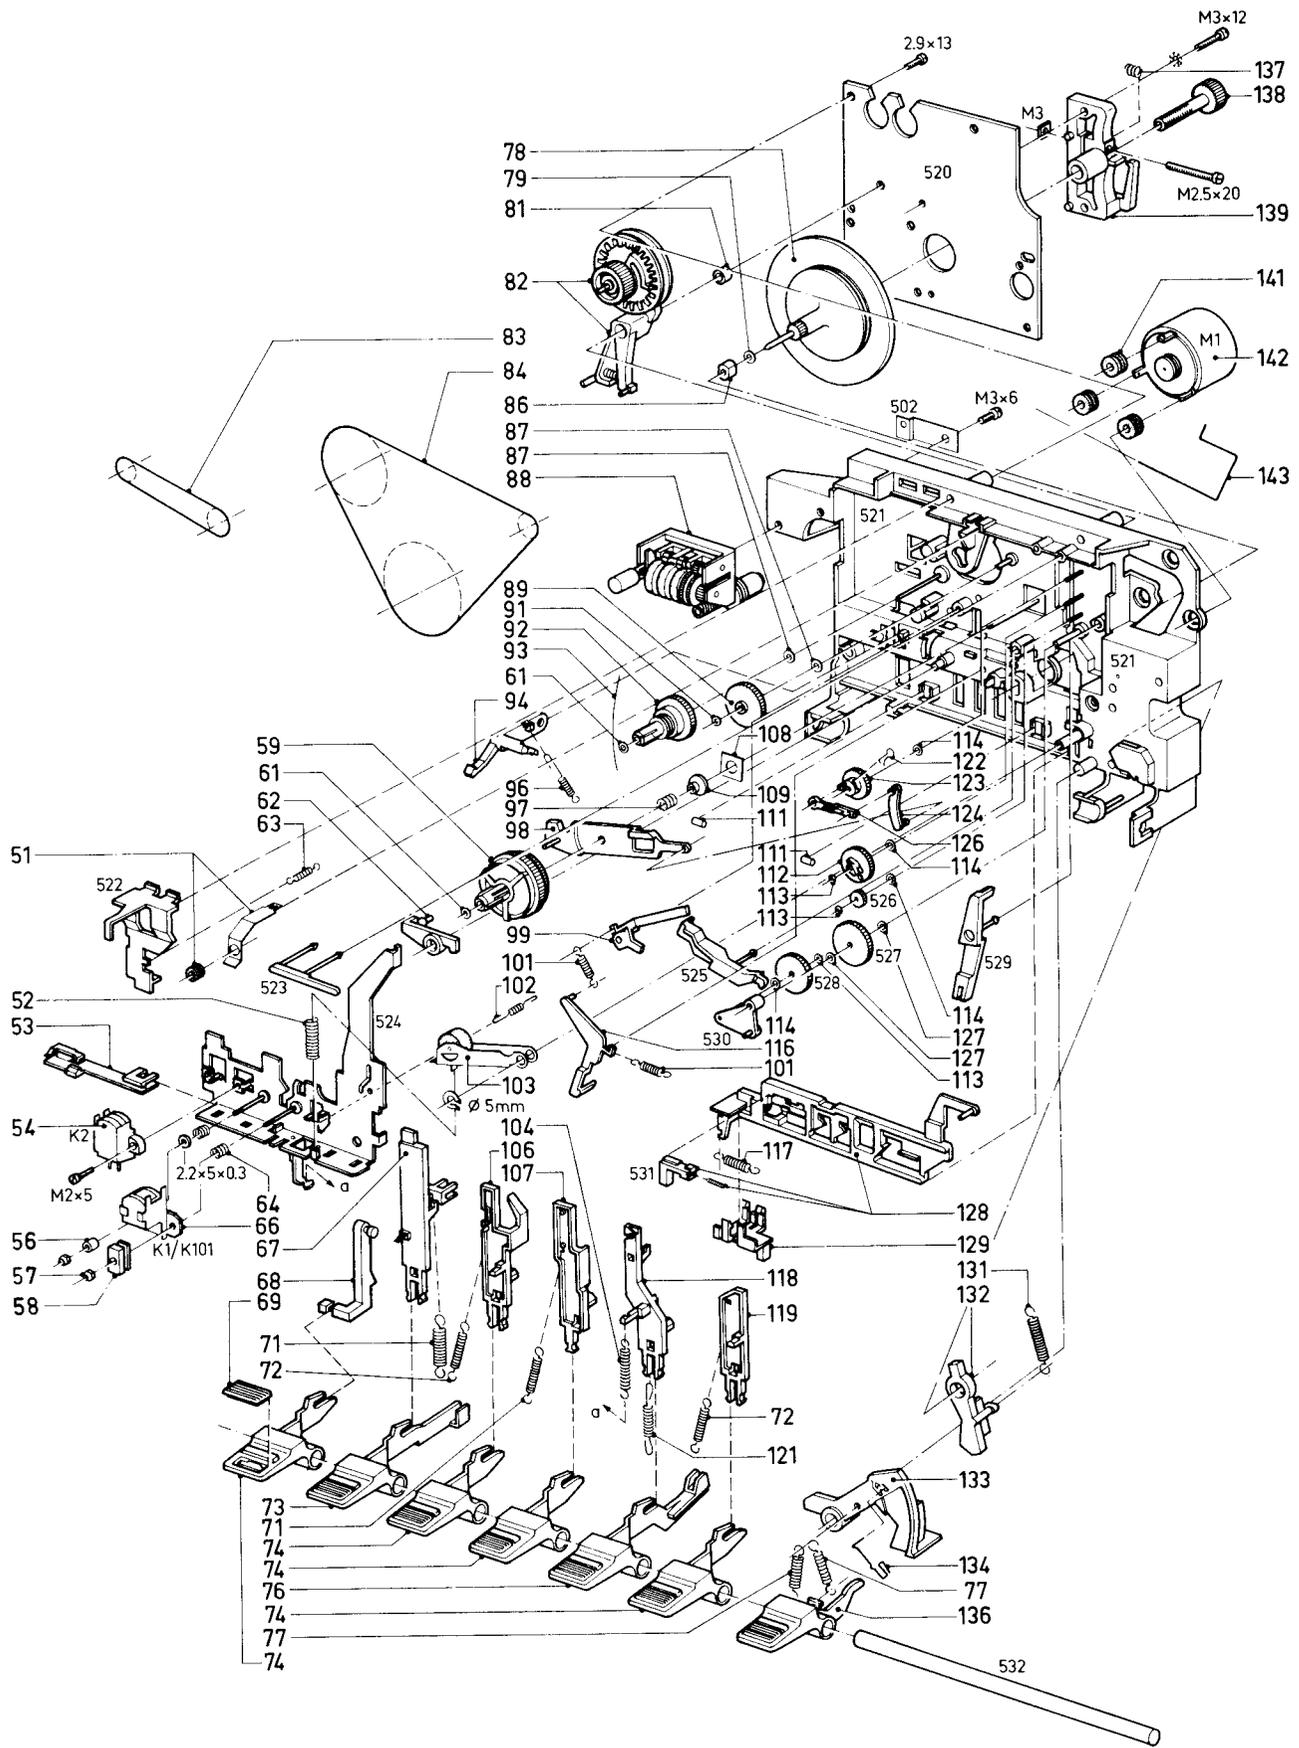

Fig. 3
B. Ersatz des Antriebspesens 84 (Abb. 3 und 5)